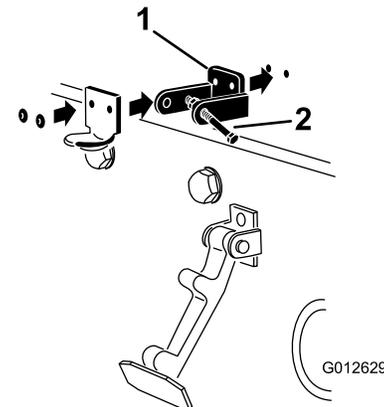

Bild 14
- Hinweis:** Die Riegelhalterung muss an der Haube anliegen (Bild 14). Nehmen Sie die Schraube und Mutter nicht vom Halterungsarm für den Riegel ab.
5. Nieten Sie die Halterungen und Scheiben an die Haube (Bild 14).